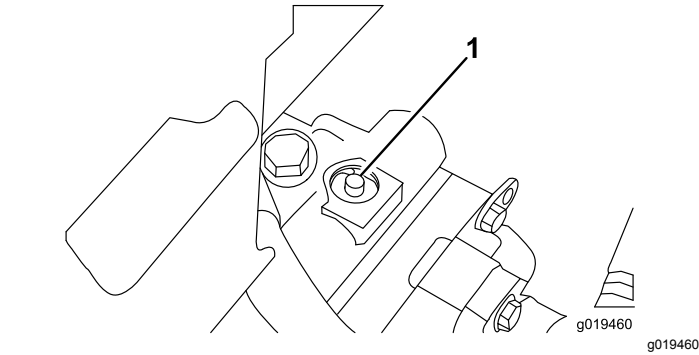

Figura 34
1. La válvula de desvío está situada encima de la bomba de desplazamiento variable (Figura 34). Gire la válvula 90° en cualquier sentido para abrirla y dejar pasar el aceite internamente.